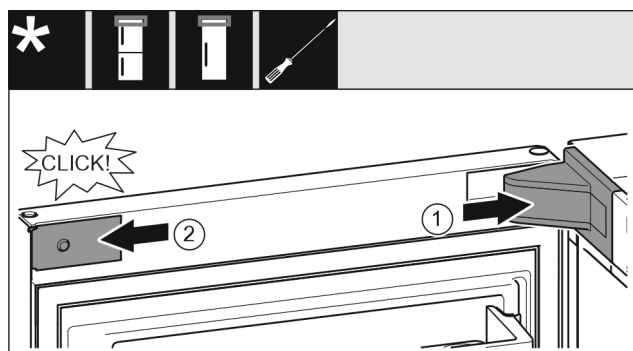

Fig. 33
- ▶ Namestite pokrov in ga zataknete, po potrebi ga previdno potisnite narazen. Fig. 33 (1)
- ▶ Ob strani namestite zaslonko in jo zataknete. Fig. 33 (2)